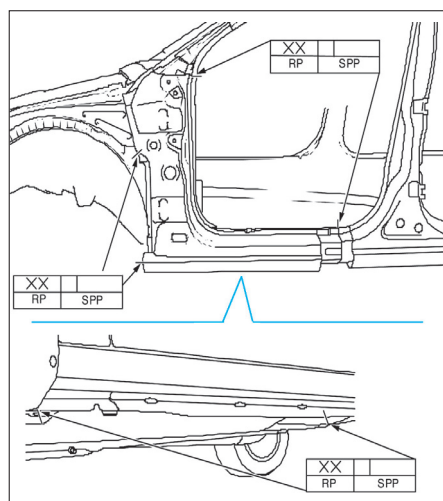

FIG. 44
- Souder par point aux endroits indiqués (fig. 44).